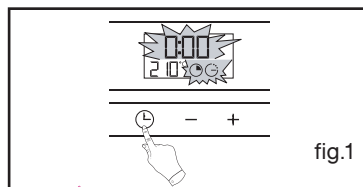

fig.1
- Choisissez le mode de cuisson souhaité et ajustez la température (fig.1).
L'affichage clignote pour indiquer que le réglage est alors possible (fig. 1).
- Appuyez sur la touche "⌚" (fig.1) jusqu'à faire clignoter le symbole minuterie